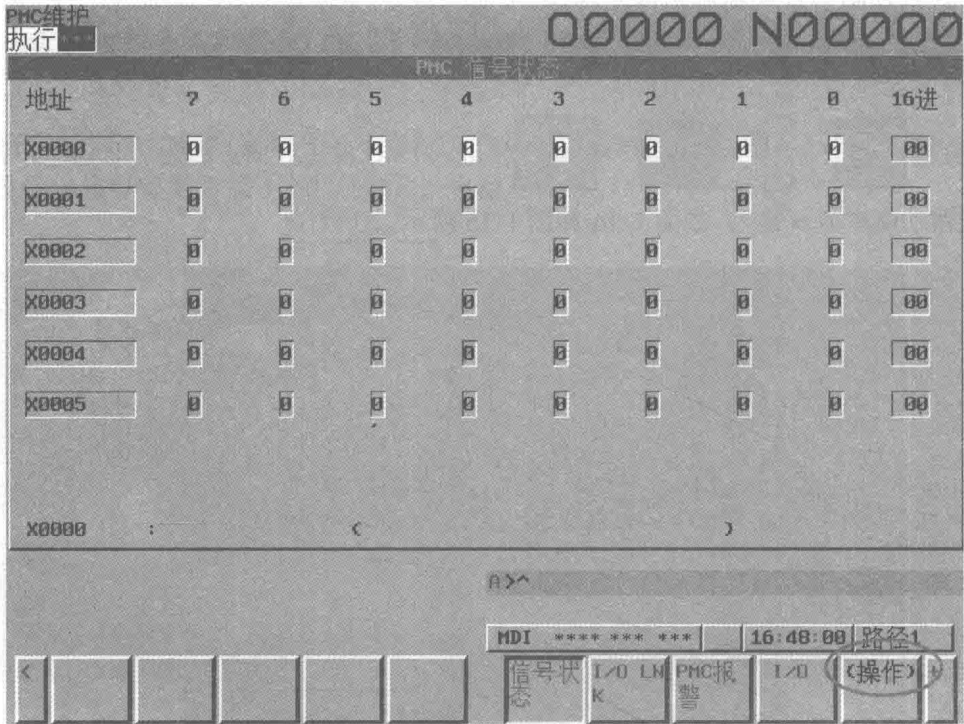

图 1-16
2) 执行  →  →  →  →  → ，按下 ON 信号强制导通，按下 OFF 信号强制关断，如图 1-16 和图 1-17 所示。